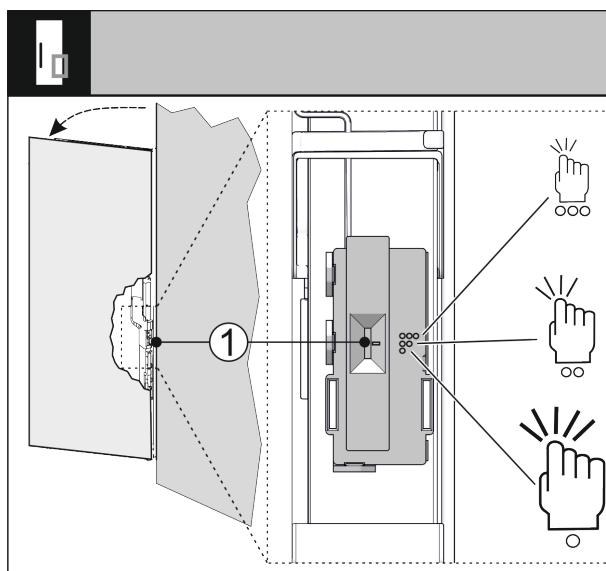

Fig. 71
Sie können die Empfindlichkeit des Klopfsensors über einen Schalter Fig. 71 (1) einstellen. Der Schalter ist scharnierseitig am unteren Drittel der Tür.
- Schalter Fig. 71 (1) auf gewünschte Schalterstellung schieben.